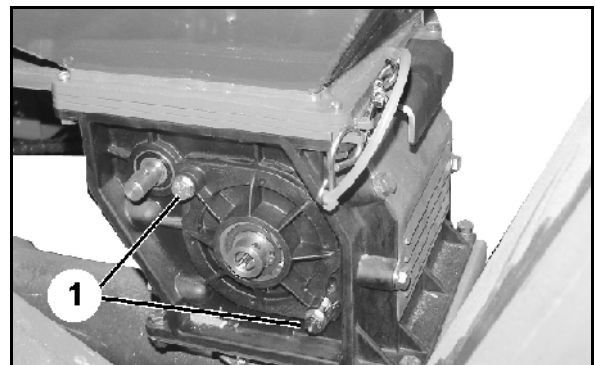

Fig. 79
3. Zwei Schrauben (Fig. 79/1) lösen, nicht abschrauben.